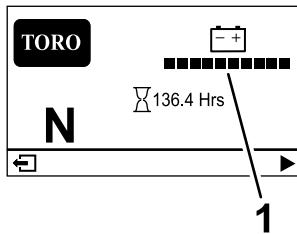

Figura 25
- **Ecrã de informação principal (Figura 25):** mostra a informação atual da máquina enquanto a chave está na posição LIGAR.